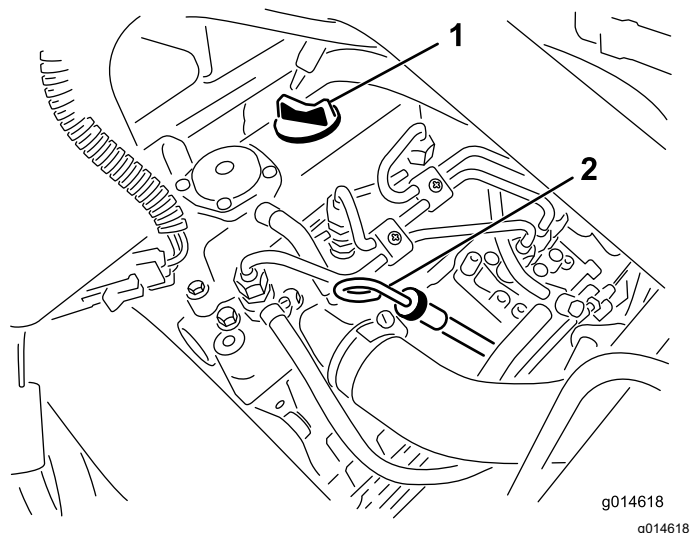

Bild 28
2. Nehmen Sie den Peilstab heraus und wischen Sie ihn mit einem sauberen Lappen ab (**Bild 28**).